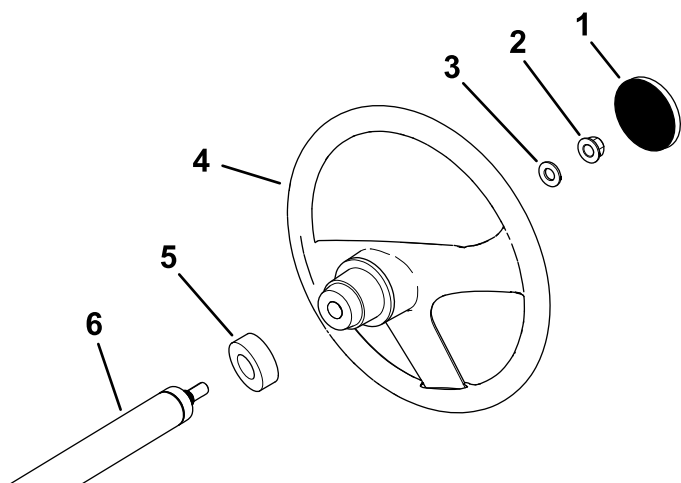

図 3
これを取り外す 図 3。
図 3。
バー、ワッシャ 1/2 インチを取り付ける 図 3。
5. ハンドルにキャップを取り付ける 図 3。